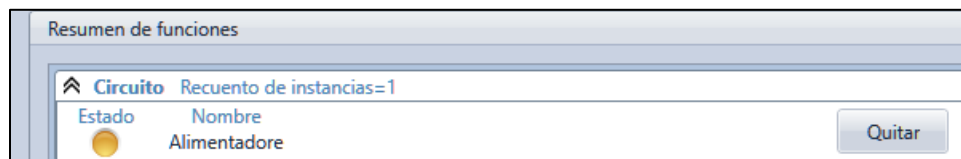

Figura 2-10. Pantalla de resumen de funciones
- Paso 7: Haga clic el botón de estado Amarillo (Figura 2-10) en el Circuito recién creado, después Editar circuito de la Vista del circuito (Figura 2-11). Aparecerá la pantalla Editor de circuitos (Figura 2-12). Seleccione la fase actual y la ranura de Hardware de tierra 7. BESTCOMSP*lus* rellenará los Canales de hardware actuales I1-3 a IA, IB e IC respectivamente. El hardware I4 a Tierra IG también se configurará. Seleccione ranura de hardware de Fase de tensión 7. BESTCOMSP*lus* rellenará entradas VA, VB y VC. Las tensiones de este ejemplo de Inicio rápido son para la medición y el ejemplo. Pulse Aceptar.